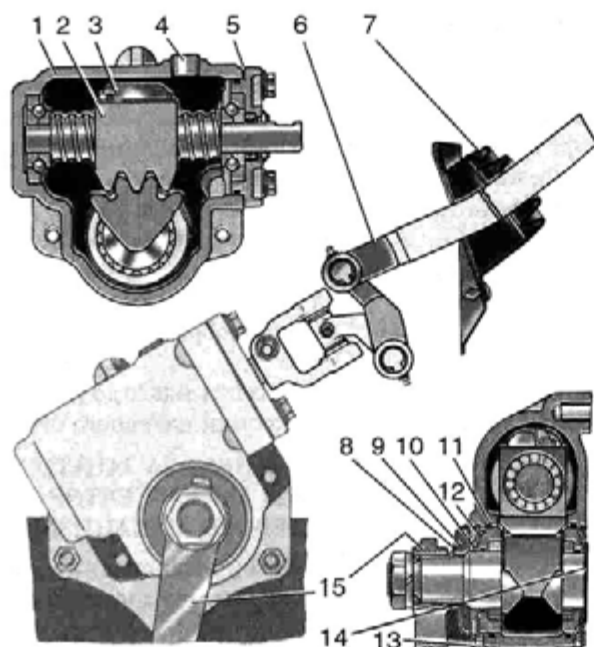

Рис. 7.2. Рулевой механизм:
Рулевой механизм (рис. 7.2), состоящий из винта с шариковой гайкой 2 и вала-сектора, смонтирован в алюминиевом картере, который при помощи специального кронштейна крепится к левому лонжерону рамы. Передаточное число рулевого механизма — 23,09 (в средней части).
Перед регулировкой необходимо убедиться в наличии осевого или радиального зазора в подшипниках винта 2 (рис. 7.2). Для этого необходимо:
- вынуть две пробки 13 (рис. 7.2) на картере около вала-сектора;
- слить масло из картера руля через заливную пробку 4 (см. рис. 7.2);